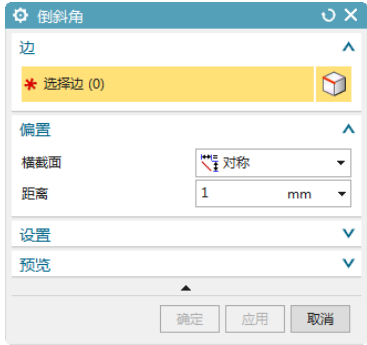

图 1-17 “倒斜角”对话框
10. 选择“菜单”→“插入”→“细节特征”→“倒斜角”命令或单击“主页”功能区“特征”组中的“倒斜角”按钮, 打开“倒斜角”对话框, 如图 1-17 所示。选择“对称”横截面, 用鼠标选